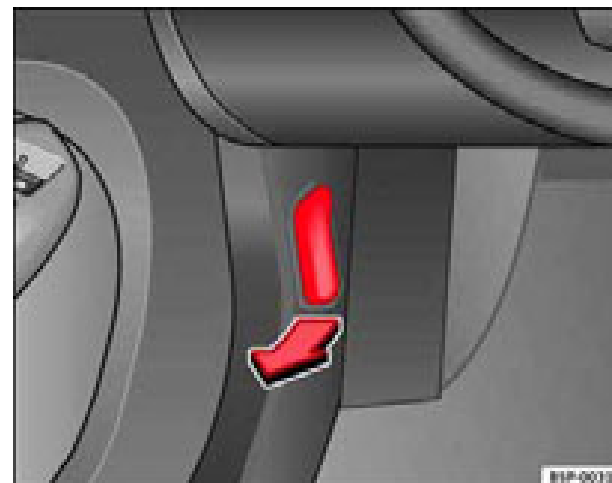

Fig. 134 Detalle de la zona reposapiés del lado del conductor: palanca para el desbloqueo del capó del motor.
- Tire de la palanca que se encuentra bajo el tablero de instrumentos ⇒ **página 206, fig. 134** en el sentido que indica la flecha. El capó queda desbloqueado por la acción resorte del muelle ⇒ .